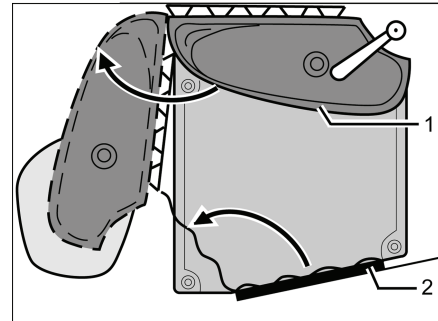

Bild 259 Vario-Toilette
- Waschbecken mit Rückwand (Bild 259,1) in Pfeilrichtung drehen.
- Den Toilettenraum betreten und die Toiletten-Eingangstür (Bild 259,2) von innen schließen und verriegeln.